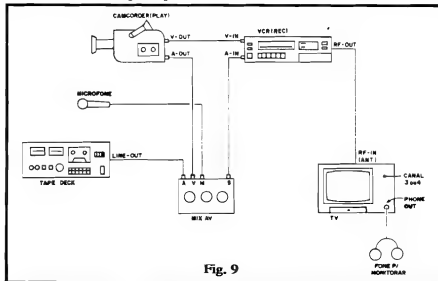

Fig. 9
- **FIG. 9** - Alterando a trilha sonora original de uma fita de vídeo gravada em filmadora (**camcorder**), usando a própria **camcorder** como "VCR 1", com superposição opcional de narração (via microfone) e de música de fundo incidental (proveniente de fita de áudio pré-gravada). **EQUIPAMENTOS NECESSÁRIO** (além do MIX-AV): **camcorder** (com a fita por ela gravada em filmagem...), VCR, microfone (dinâmico e melhor), **tape deck**, TV (para moni-